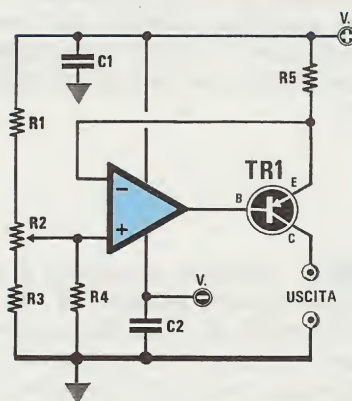

Fig.99 Generatore di corrente costante da utilizzare per un'alimentazione DUALE.
Quando si ha necessità di modificare il guadagno di uno stadio amplificatore a transconduttanza variabile o di ricaricare delle pile al nichel-cadmio con una ben precisa corrente, occorre utilizzare un generatore di **corrente costante** (vedi fig.99).
**Esempio** = Abbiamo alimentato il circuito di fig.99 con una tensione **duale** di **15 + 15 volt** e regolato il trimmer **R2** in modo da applicare sull'ingresso **non** invertente una tensione di **4 volt negativi**, vorremmo conoscere che valore di **R5** utilizzare per ottenere in uscita una corrente di **1,2 Amper**.
Il Generatore di Corrente Costante di fig.99 permette di **erogare** una corrente che potremo variare semplicemente ruotando il cursore del trimmer **R2**.